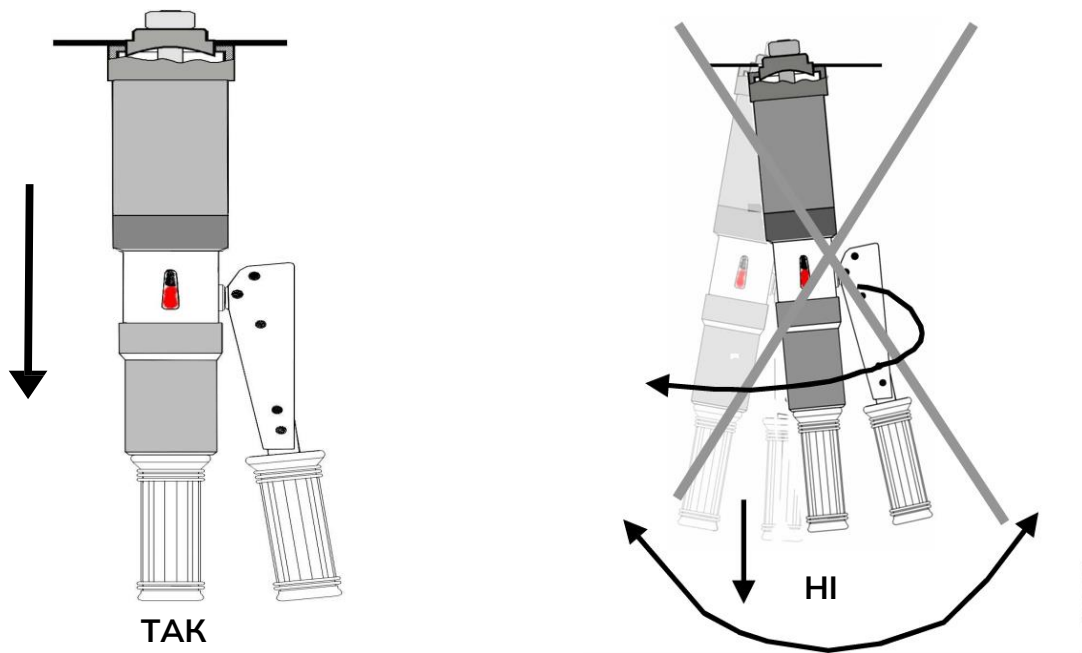

Рис. 8. Витягування вирубника.
13. Після вирізання отвору витягувати вирізач поступальним рухом, а не коливально-обертальним (Рис. 8).